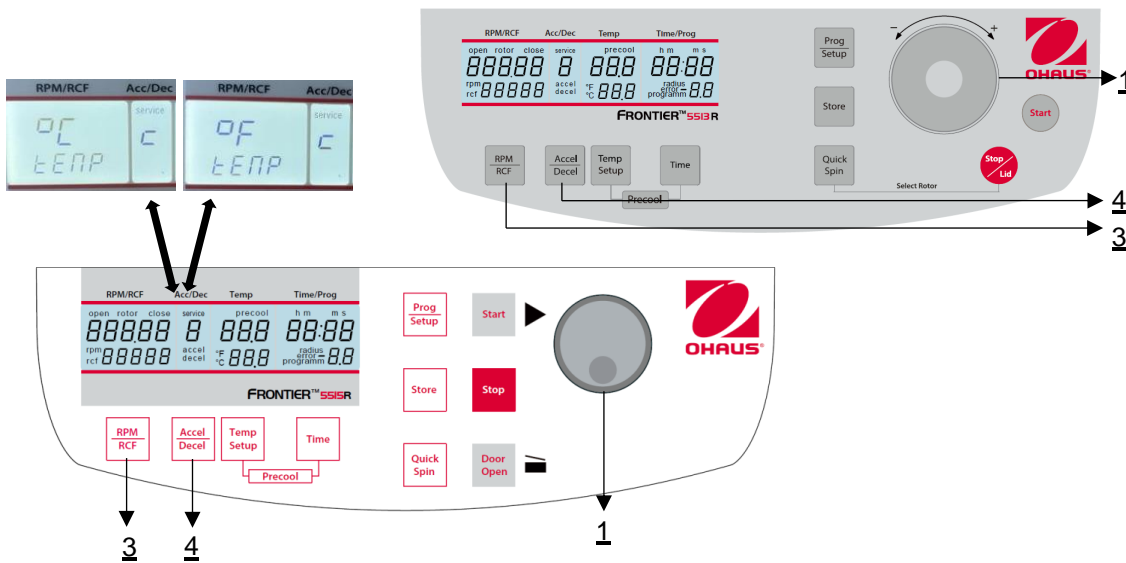

Abbildung 27
Gehen Sie wie unter Punkt 4.1.1 beschrieben vor, um in diesen Programmmodus zu gelangen und drücken Sie dann die Taste **"Accel/Decel"** (4). In der Anzeige **"Acc/Dec"** (A-2) blinkt das Wort **"Service"** (M12). Wählen Sie nun mit dem Einstellknopf / Touch wheel (1) den Buchstaben **"C"** aus. Daraufhin erscheint in der Anzeige **"RPM | RCF"** (A-1) der Text "CELSI/temp". Wenn Sie die Taste **"RPM | RCF"** (3) drücken, blinkt das Wort **"°C"** und Sie können mit dem Einstellknopf / Touch wheel (1) die Anzeige in Fahrenheit **"°F"** ändern (siehe **Abbildung 27**).